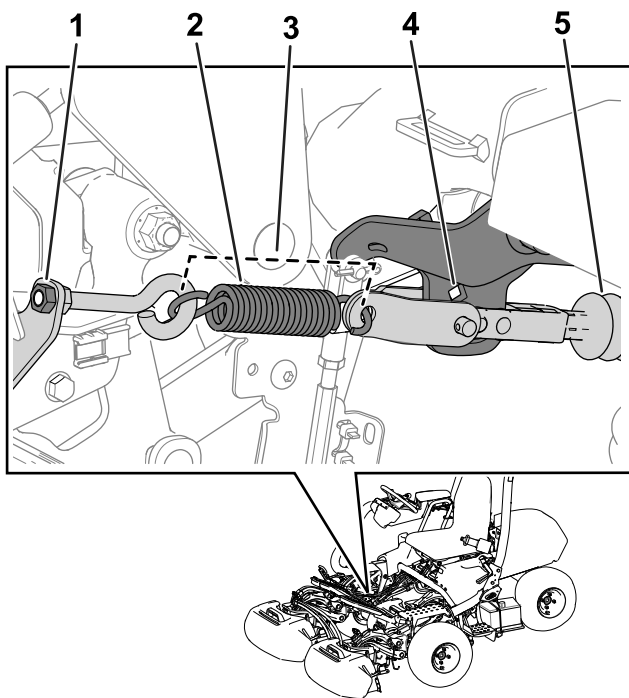

Рисунок 33
Примечание: См. Рисунок 33 для выполнения данной процедуры.
3. Подготовьте машину к работе, затянув гайку болта с проушиной, чтобы длина установленной пружины составила 11,4 см (Рисунок 33).